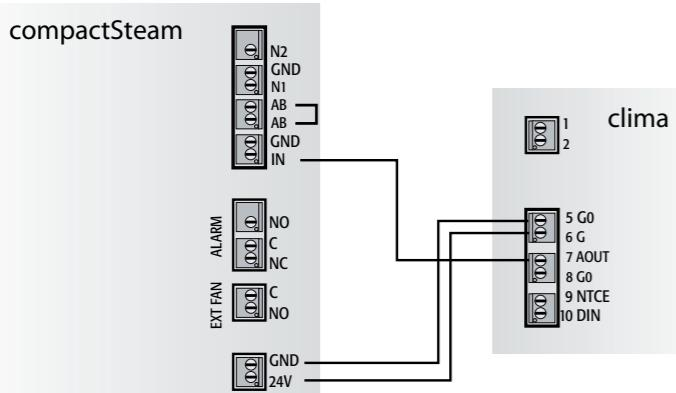
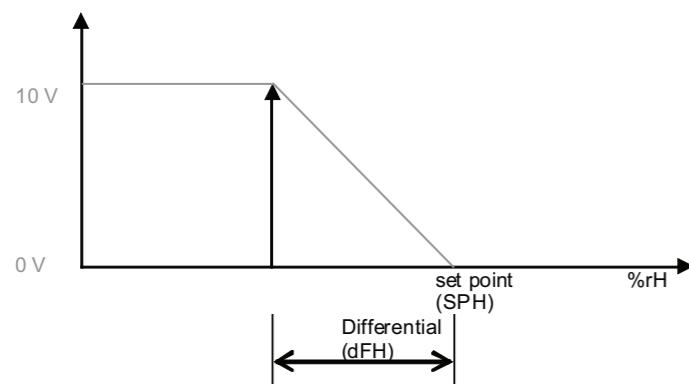

Fig. 1
Fig. 2
- Con regulación proporcional (predeterminado): el algoritmo de control funciona como en el diagrama de la Fig. 2 en el que la demanda de humectación es máxima (10 V en la salida en el terminal 7 AOUT en la fig. 1) hasta alcanzar el umbral del intervalo "punto de consigna – diferencial". Tras alcanzar dicho umbral la señal de salida de Clima disminuye gradualmente en el intervalo del diferencial ajustado hasta llegar a 0 V al alcanzar el punto de consigna;
1. Conectar los dos dispositivos con el cablecillo suministrado siguiendo el esquema de la Fig. 1;
- **proportional regulation (default):** The control algorithm works as shown in Fig. 2 diagram where humidity request is at maximum (10 V on output on terminal 7 AOUT in fig. 1) until the "set point – differential" range threshold is reached. After this threshold is reached, the clima output signal gradually lowers within the set differential to 0 V when the set point is reached;
1. connect the two devices with the supplied wire as shown in Fig. 1 diagram;